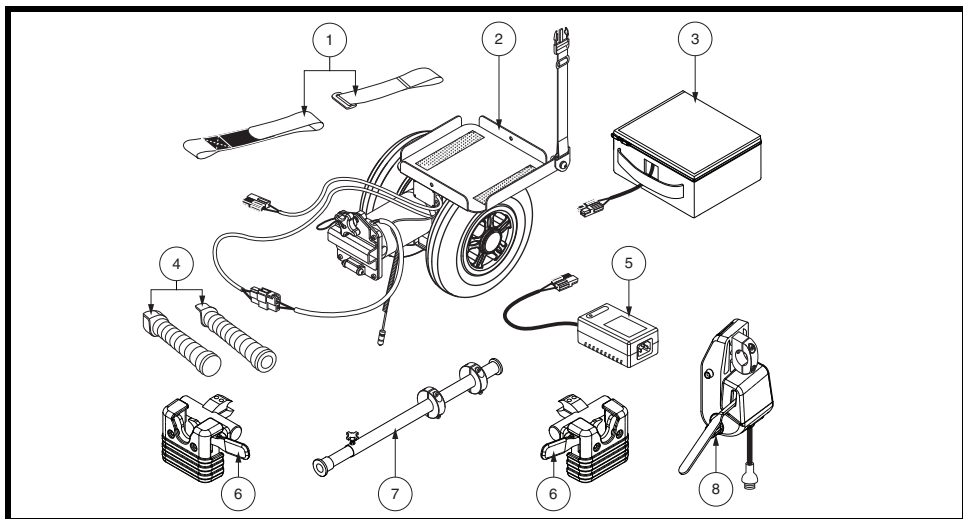

Figura 1. Componenti di Power Glide (nell'illustrazione il modello mono-ruota)
Il Power Glide è composto da (vedere figura 1):
1. Verificare di disporre di tutti i componenti illustrati nella **figura 1**.